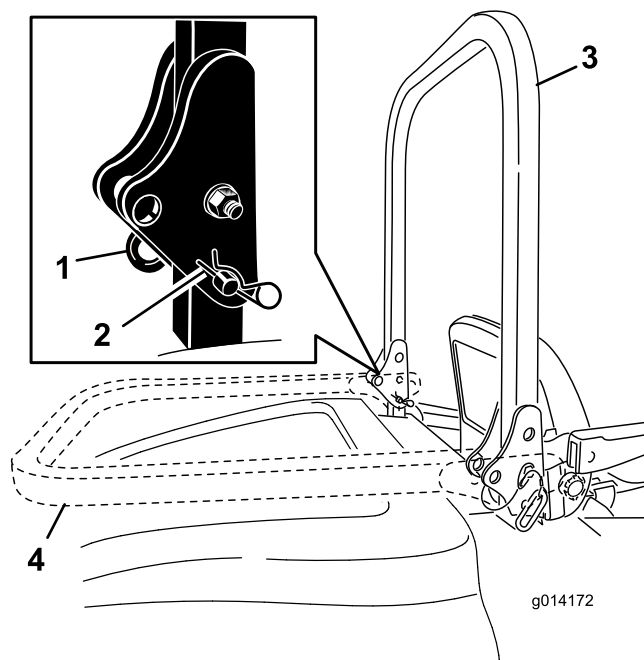

图18
1. 要放低翻车保护杆请取下发卡销将翻车保护杆向前推到顶住弹簧然后卸下 2 个柱销图 18。
2. 将翻车保护杆放低到向下位置图 18。
3. 安装 2 个柱销并用发卡销将其固定图 18。
4. 要升起翻车保护杆请取下发卡销然后卸下 2 个柱销图 18。
5. 将翻车保护杆提升至直立位置然后安装 2 个柱销并用发卡销将其固定 图18。